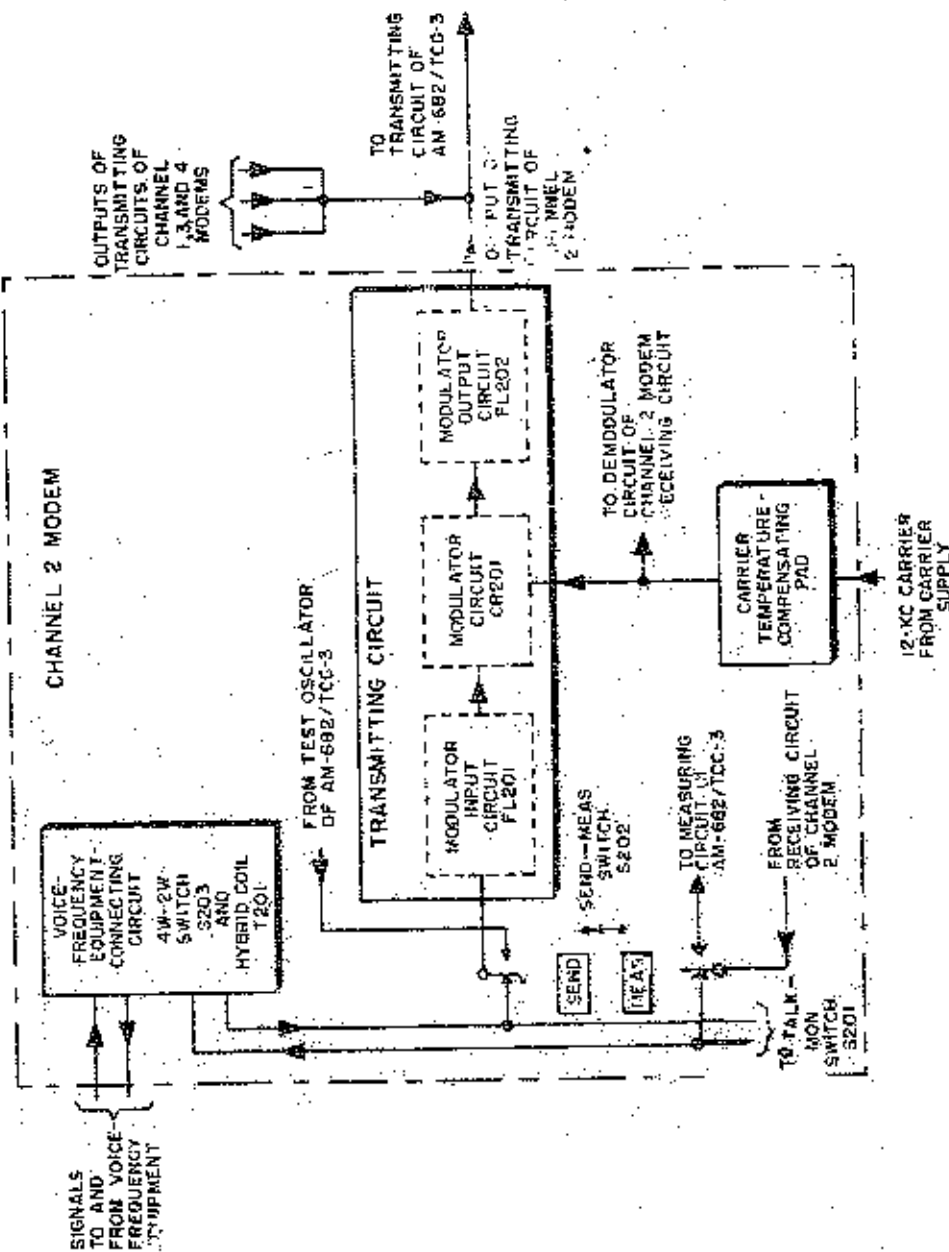

Fig. 9 Schema a blocchi del ramo trasmettente del 2° canale
a) Schema a blocchi dei circuiti d'ingresso (lato utente)(fig.9)
b) Schema a blocchi del modulatore. (fig.9)